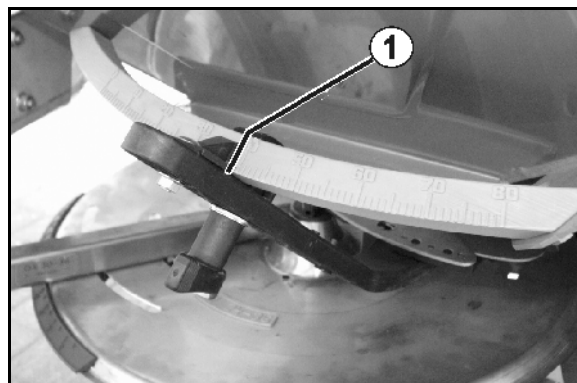

Fig. 42
10.  Acționați tasta până când muchia de citire (Fig. 42/1) a vanei glisante de dozare din stânga indică poziția necesară a vanei glisante.